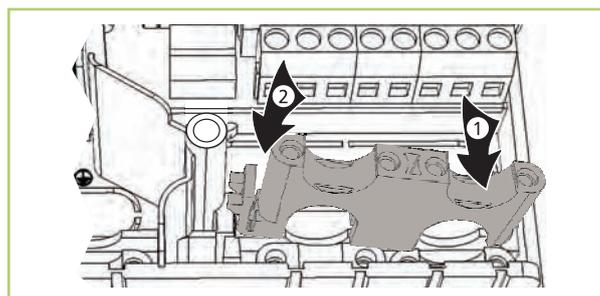

Abb. 31: Rechte Kunststoffbrücke einsetzen
1. ➤ Rechte Kunststoffbrücke mit der Rastnase zuerst einsetzen ① (Abb. 31).
2. ➤ Andere Seite der Kunststoffbrücke nach unten drücken ②, bis die Federklemme einrastet.